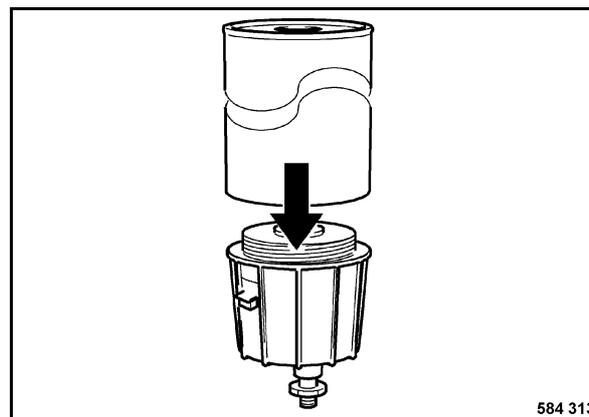

Fig. 186
- Svitare il separatore d'acqua dalla cartuccia del filtro (Fig. 186).